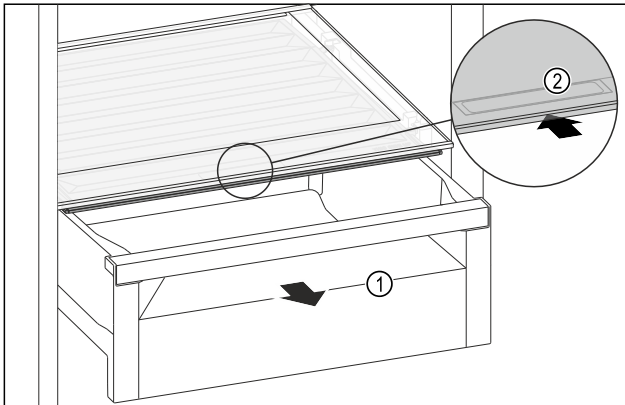

Fig. 97
- ▶ Schubfach Fig. 97 (1) herausziehen.
- ▶ Griffmulde Fig. 97 (2) am Fachdeckel anfassen und Fachdeckel gleichzeitig nach hinten schieben.